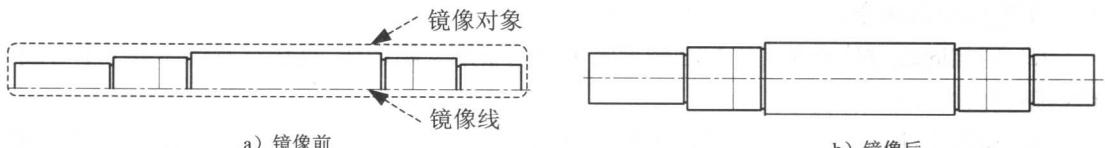

图 1.2.7 镜像图形
(1) 选择下拉菜单修改(M) → 镜像(I) 命令。
(2) 用窗口选取的方法，选取如图 1.2.7 所示的图形为镜像对象，按回车键结束选择。
(3) 捕捉图中水平中心线上某一点并单击，然后在该中心线上选择另一点。
(4) 在命令行中输入字母 N 后按回车键。